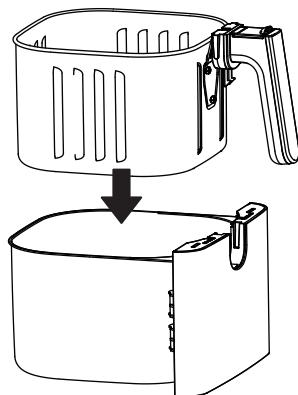

Fig. 3
2. Inserire gli alimenti, quindi metterli nel cestello all'interno del contenitore da frittura e fissarli in posizione (Fig. 3) nell'apparecchio principale (Fig.4).